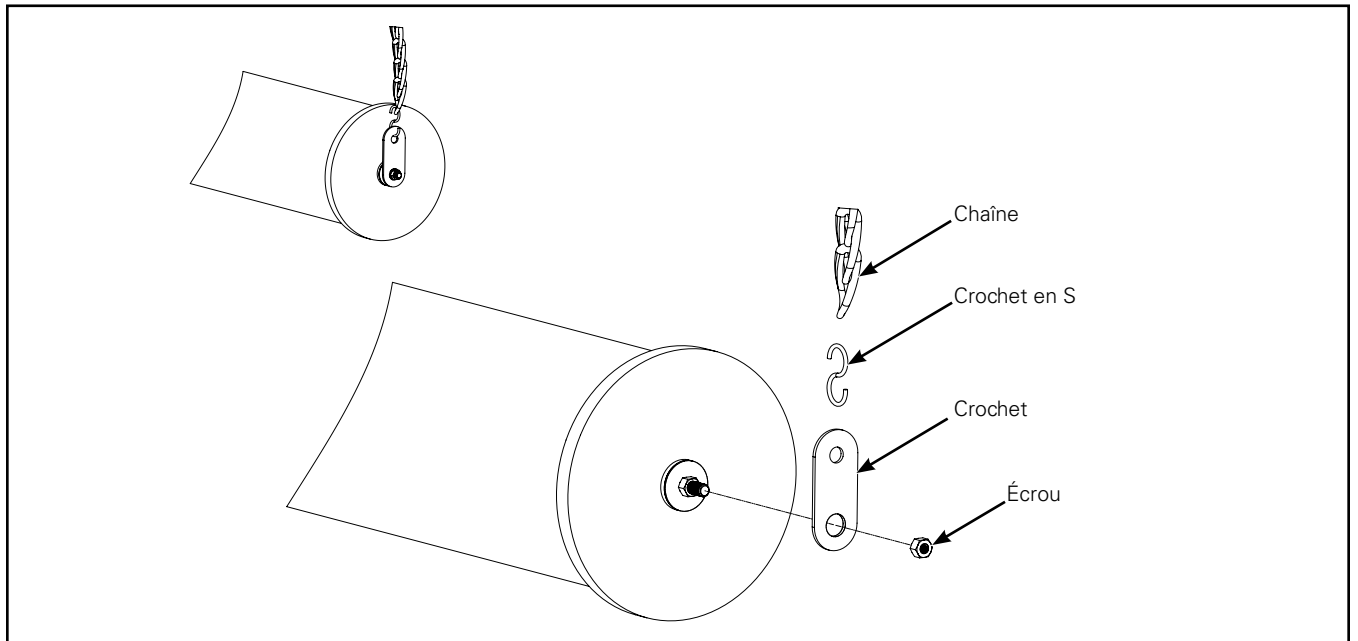

Figure 5. Vue éclatée du crochet en S et de la chaîne
Étape 2 : Serrez l'écrou puis insérez le crochet en S dans le trou, comme montré à la Figure 5.